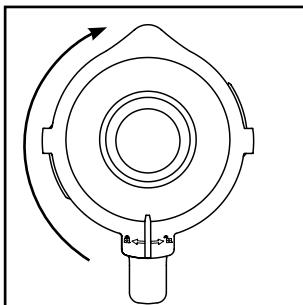

Abb.2
- 4) Drücken Sie den Deckel **2** versetzt wieder fest auf den Mixaufsatz **3** auf. Schließen Sie den Deckel **2**, indem Sie ihn im Uhrzeigersinn in die Position  drehen, bis er hörbar einrastet (siehe Abb. 2). Achten Sie darauf, dass die Ausgießnase am Mixaufsatz **3** verschlossen ist. Nur wenn der Deckel **2** bündig aufgesetzt ist, kann der Motor starten.